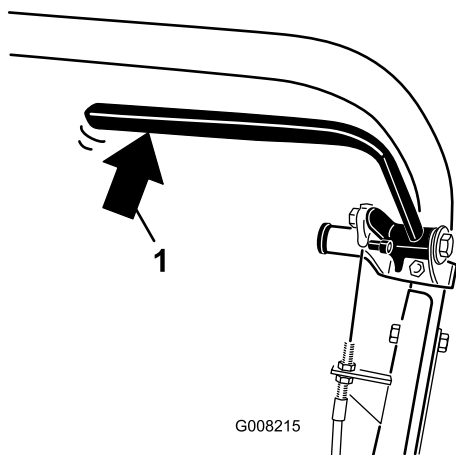

Рисунок 31
2. Используя пружинные весы, отожмите рычаг рабочего тормоза назад (Рисунок 31). Отпускание тормоза должно происходить при приложении усилия 13,5 – 18 кг. Если стояночный тормоз отпускается раньше, чем будет приложено усилие 13,5 – 18 кг, требуется регулировка троса тормоза. Перейдите к этапу 3.